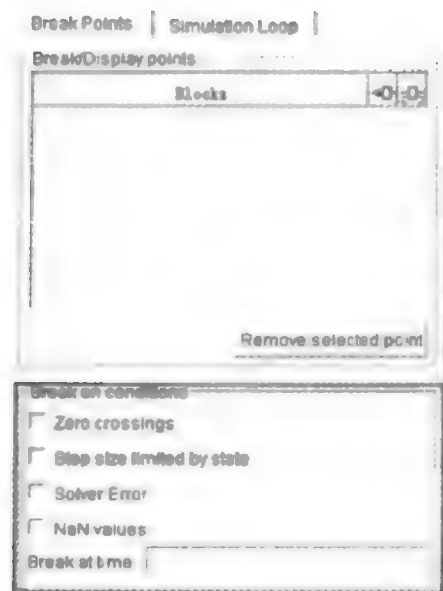

图 2.3.3 断点设置界面
(2) 断点界面。调试器提供了两种断点设置方法:一是普通断点,另一种是条件断点。当模型运行到用户设置的普通断点时,会无条件停止;而遇到条件断点时,则会判断是否达到指定的条件(过 0,除 0,限步长等),是则停止,否则继续运行。用户可以在断点界面中选择断点产生的条件。条件断点设置界面如图 2.3.3 所示。
- ① Zero crossing:模型在遇到过零点检测时产生断点。
- ② Step size limited state: 在状态手动条件约束时产生断点。
- ③ Solver error:求解错误时产生断点。
- ④ NaN value:仿真过程中遇到无限大,或溢出时产生断点。
- ⑤ Break at time:指定产生断点的具体时刻。